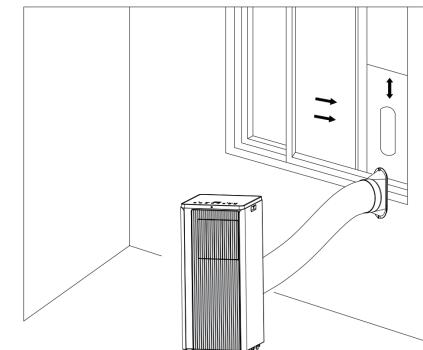
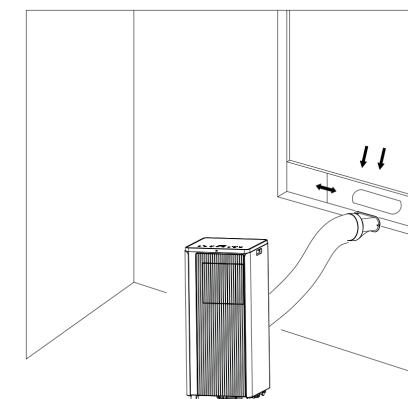

Fig.5
Fig.6
2) Allongez le tuyau d'échappement et enclenchez l'extrémité plate des joints du tuyau d'échappement dans le trou de l'ensemble de plaque d'étanchéité de la fenêtre (comme illustré sur les Fig.5 et Fig.6).